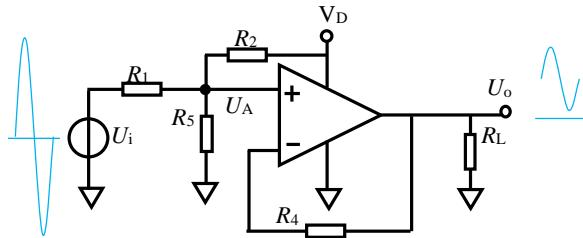

图 5-4 直接耦合单电源提升式同相， $G \leq 0.5$
要实现更小的增益，在 U_A 处增加一个电阻 R_5 接地，且将后续 R_3 的增益环节去掉，让其变成跟随器。只要 R_5 足够小，就可以实现更大程度的衰减，电路结构如图 5-4 所示。
- 1) 确定单电源可以解决问题。给放大电路用单电源 5V 供电，因增益约为 1/10，采用图 5-4 电路结构。